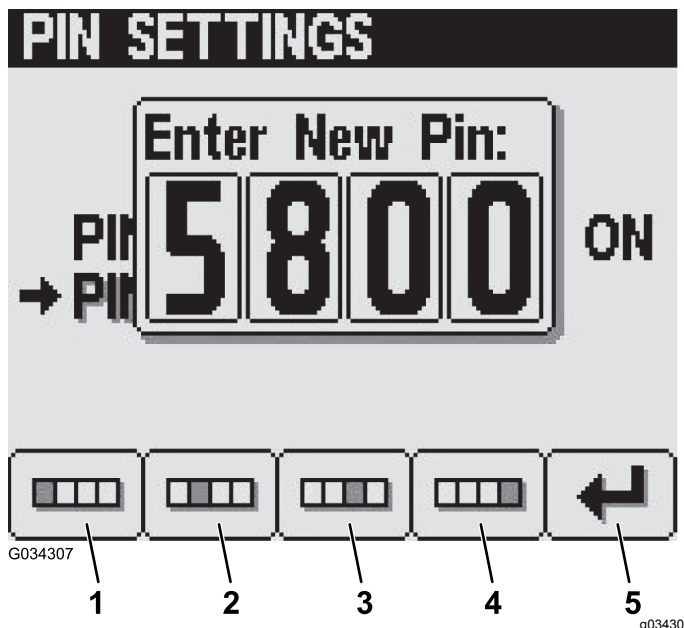

Figura 28
5. Nella schermata di inserimento del PIN nuovo, premete i pulsanti da 1 a 4 per inserire il nuovo codice PIN. Quando completate l'inserimento del PIN, premete il pulsante 5 (Figura 28).